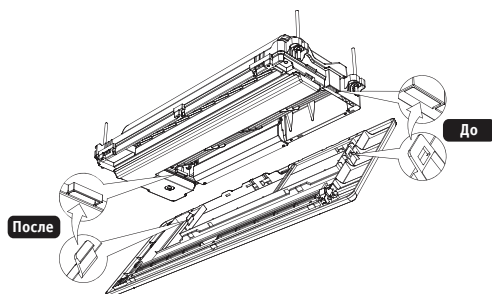

Рис. 5-10
6. Для облегчения процесса установки на панели имеются два фиксатора, способ установки фиксатора показан на рис. 5.10.